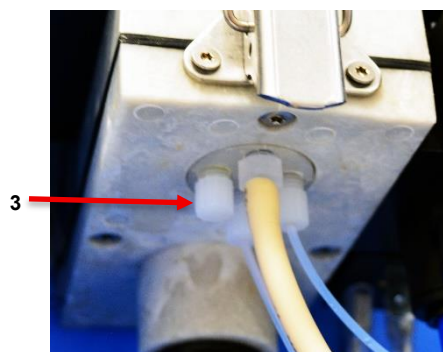

Figure 2
7. Retirez un capuchon de l'entrée libre du tuyau (3) de la chambre de mesure (figure 2).